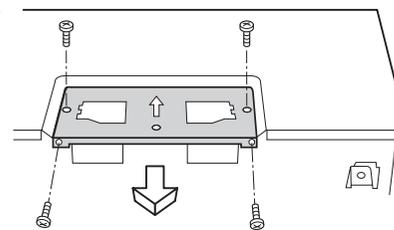

Figure 7
- Retirez et conservez les 4 vis du support du couvercle du ventilateur. Retirez le support du couvercle du ventilateur en le faisant glisser dans le sens opposé de la flèche sur le support du couvercle du ventilateur, comme illustré à la figure 7.